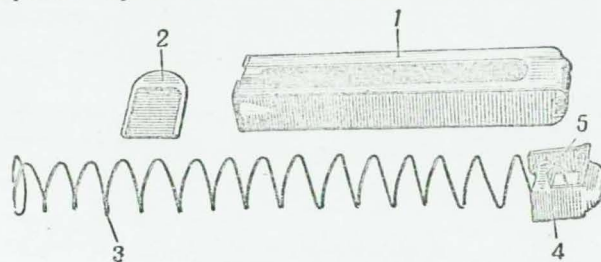

Рис. 41. Магазин:
33. Магазин (рис. 41) служит для помещения и подачи патронов. Он состоит из корпуса, подавателя, пружины подавателя и крышки.